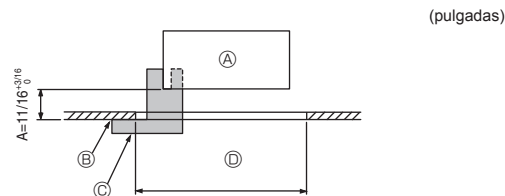
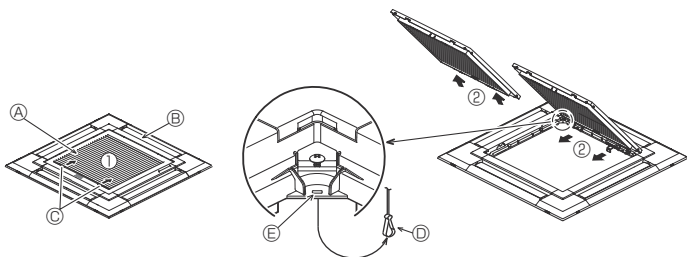
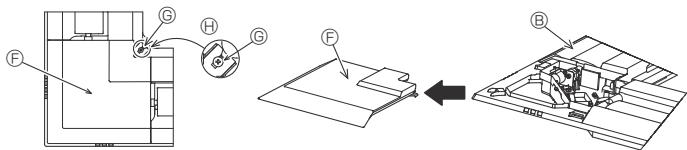

Fig. 6-2
Fig. 6-3
Fig. 6-4
①	Dimensiones de la rejilla	1	950 × 950 (mm), 37-13/32 × 37-13/32 (pulgadas)
②	Plantilla	1	Dividido en cuatro partes
③	Tornillo (4 × 16)	1	Para TPLFYP-EM
④	Panel angular del 3D i-see Sensor	1	Para TPLFYP-EM
6.2. Preparación para conectar la rejilla (Fig. 6-2)
- Con la plantilla ② que se suministra con este equipo, ajuste y compruebe la posición de la unidad en el techo. Si la unidad no está colocada en el techo de forma adecuada, podrían producirse escapes de aire o generarse una condensación.
- ① Unidad principal
- ② Techo
- ③ Plantilla ② (metida en la unidad)
- ④ Dimensiones de apertura del techo
6.2.1. Extracción de la rejilla de admisión (Fig. 6-3)
- Deslice las palancas en la dirección indicada mediante la flecha ① para abrir la rejilla de admisión.
- Con la rejilla de admisión en posición "abierta", extraiga la bisagra de la rejilla de admisión de la rejilla tal y como se indica mediante la flecha ②.
6.2.2. Extracción del panel angular (Fig. 6-4)
- Extraiga el tornillo de la esquina del panel angular. Deslice los paneles angulares indicados por la flecha ① para extraer este panel.
[Fig. 6-3] [Fig. 6-4]